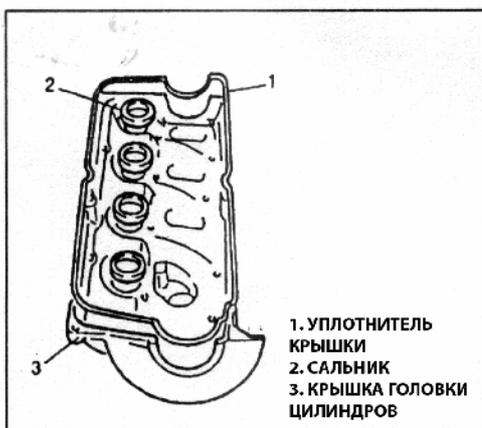

Рис. 17
- 1) Установите сальники и уплотнитель в крышку (Рис. 17).